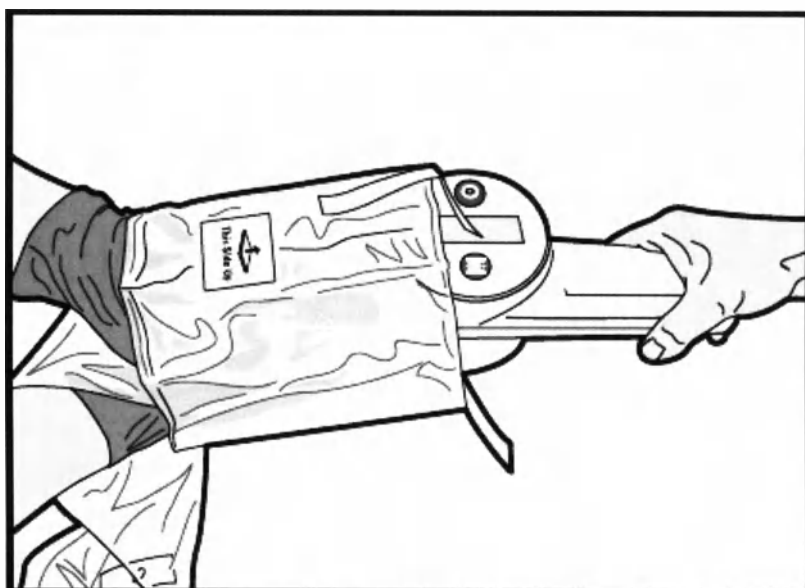

Рис. 4. Введение изделия MDU5 PLUS
5. После этого оператор, находящийся вне стерильного поля, вводит изделие MDU5 PLUS в отверстие, выровняв моторный привод MDU5 PLUS таким образом, чтобы его верх находился со стороны наклейки «This Side Up» («Этой стороной вверх») на пакете (рис. 4).